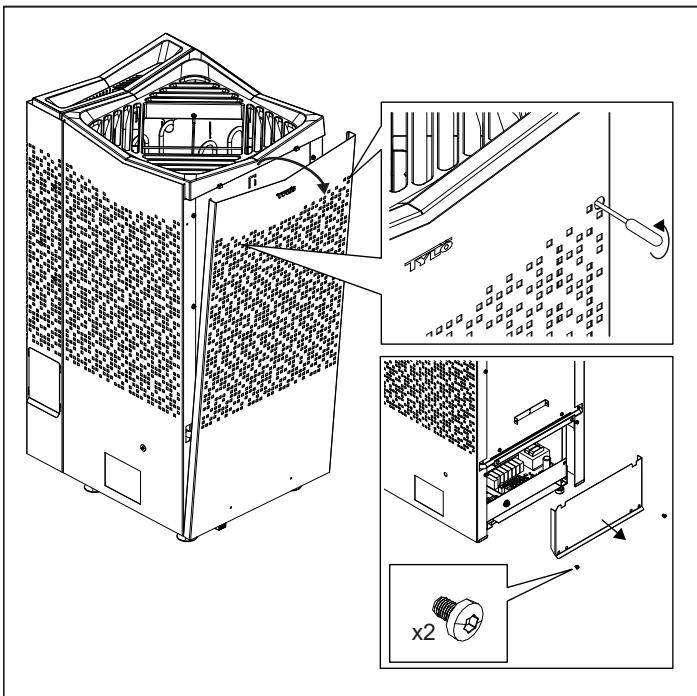

Abb. 8: Lösen Sie die verdeckten Schrauben, Torx 20, und nehmen Sie das Vorderwandelement und die untere Klappe ab.
2. Heben Sie das Vorderwandelement und die vordere Klappe an (siehe Abbildung 8).